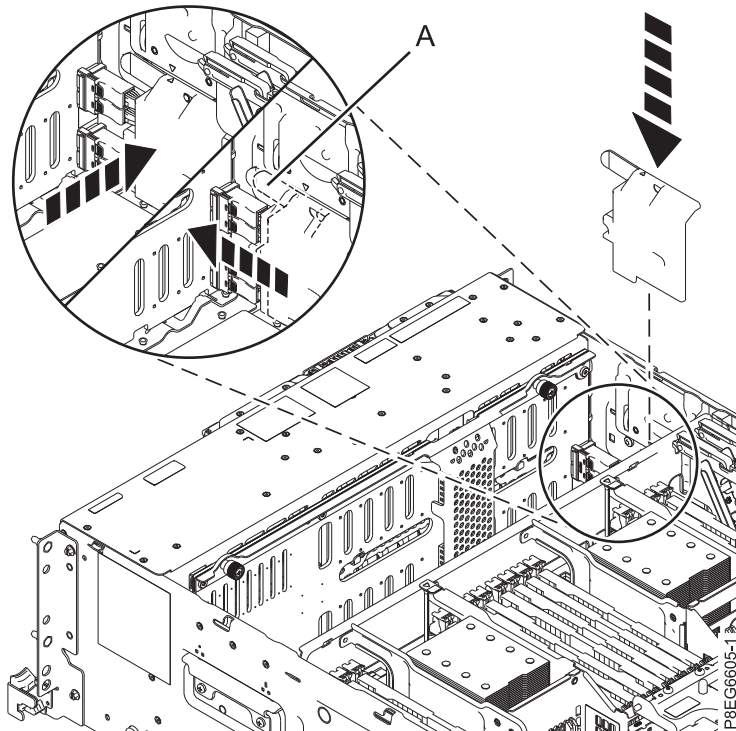

図 11. SAS ケーブル・カバーの再取り付け
10. SAS ケーブル・カバーを再取り付けします。カバーのスロットを、シャーシ側面のピンの上に置きます。ハンドル **(A)** が所定の位置でラッチが掛かるまで、カバーをシステム前部に向けて前方に押し込みます。カバーが正しく取り付けられると、SAS ケーブル・カバー上の三角形の記号がシャーシの側面にある三角形の記号とぴったり合います。 12 ページの図 11を参照してください。